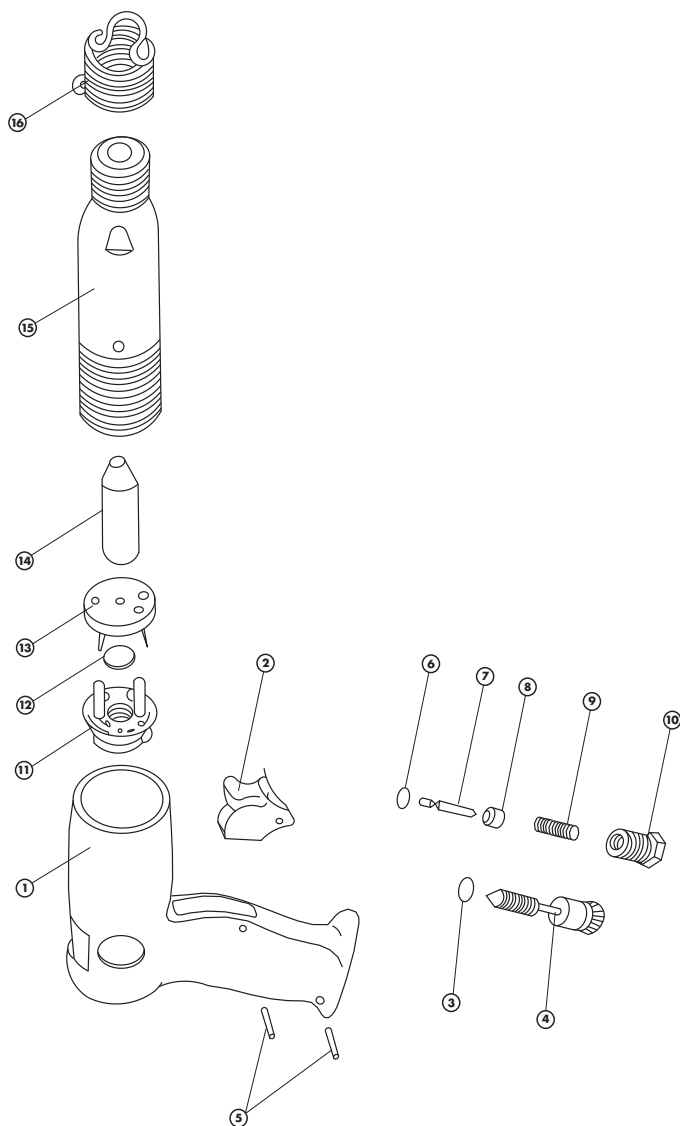

Abb. 2: Explosionszeichnung
3. Schalten Sie den Kompressor ein. Lassen Sie den Kompressor einmal so lange laufen, bis der maximale Kesseldruck erreicht wurde und das Gerät abschaltet. Betätigen Sie dann den Abzugshebel (siehe Abb. 2, Nr. 2), um das Gerät zu starten.
- ▶ Zum Abschalten des Druckluft-Meißelhammers den Abzugshebel (siehe Abb. 2, Nr. 2) loslassen.